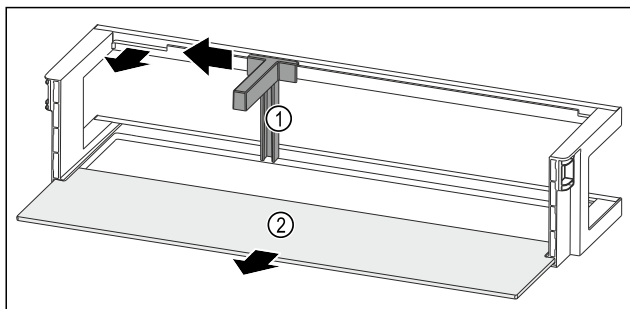

Fig. 237 Rafti i derës me mbajtëse për shishe dhe raft mbajtës
- Shtyni mbajtësen e shisheve Fig. 237 (1) anash deri te foleja.
- Hiqni mbajtësen e shisheve Fig. 237 (1).
- Hiqni raftin mbajtës Fig. 237 (2).